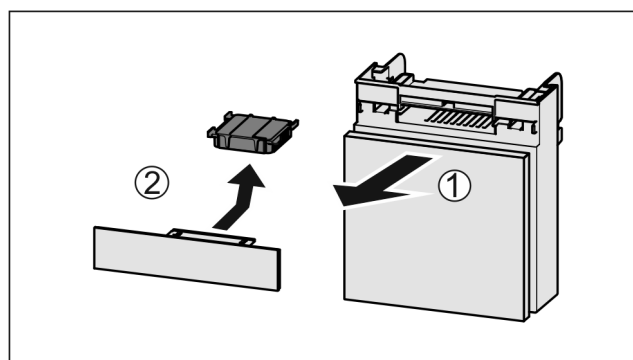

Fig. 118
- ▶ Extrageți Fig. 118 (1) compartimentul către înainte.
- ▶ Scoateți Fig. 118 (2) filtrul de cărbune activ.